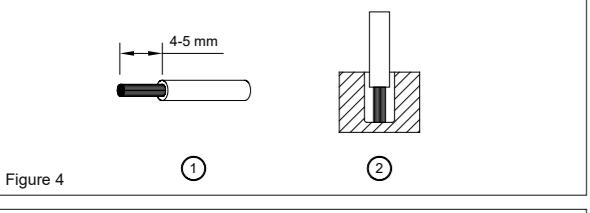

Figure 4
Die Anschlussklemmen erlauben eine schnelle und einfache Verdrahtung des Geräts. Sie können flexible (feindrähtige Leitung) oder feste Kabel mit einem Querschnitt von 0,52-3,3mm² (AWG 20-12) und einem Anzugsmoment von 5,19kgf.cm max (4,5lb in) verwenden. Um sichere und stoßfeste Anschlüsse gewährleisten zu können, sollte die Abisolierlänge 4-5mm betragen (siehe Abb. 4 (1)). Bitte sorgen Sie dafür, dass die Kabel vollständig in die Anschlussklemmen eingefügt werden, siehe Abb. 4 (2).